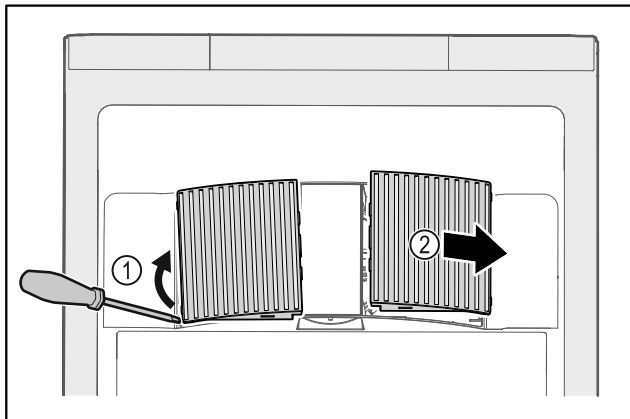

Fig. 140
- ▶ Lirk ut ventilatordekslene fra siden Fig. 140 (1), og ta dem ut forover Fig. 140 (2).